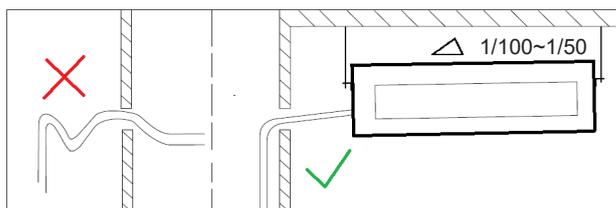

Рис.2.12
- На дренажной трубе (шланге) не должно быть перегибов, скручивания и т.п. необходимо обеспечить свободный отвод конденсата (рис.2.12)